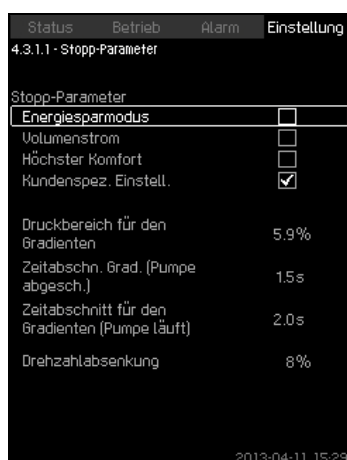

Abb. 71 Kundenspez. Einstell.
3. Einen der Abschaltparameter auswählen. Wurde "Kundenspez. Einstell." gewählt, sind die in der Abb. 71 aufgeführten Parameter einzustellen. Siehe die nachfolgenden Beispiele.